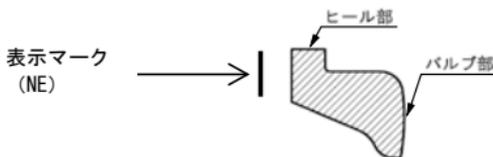

図11 ゴム輪(直管用)の表示マーク位置
- (1) ゴム輪の表示がNEであることおよび呼び径を必ず確認する(図11)。また、継手を解体して取り外したゴム輪は再使用しない。